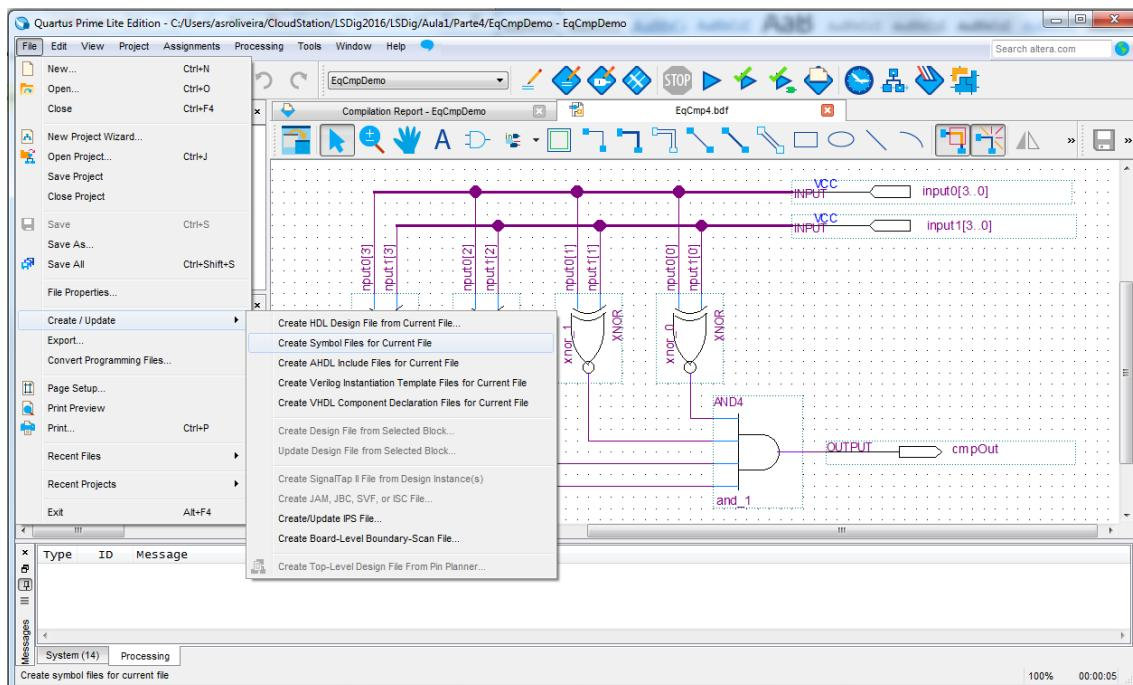
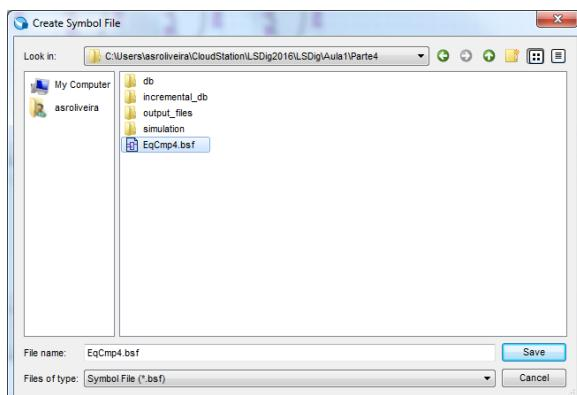

Figura 61 – Criação de um símbolo para o módulo “EqCmp4”.
Figura 62 – Gravação do ficheiro “EqCmp4.bsf” relativo ao símbolo do módulo “EqCmp4”.
- 3.** Crie um símbolo para o módulo “EqCmp4”, de forma a poder ser usado num diagrama esquemático, tal como ilustrado na Figura 61, e grave-o com o nome “EqCmp4.bsf” (Figura 62).